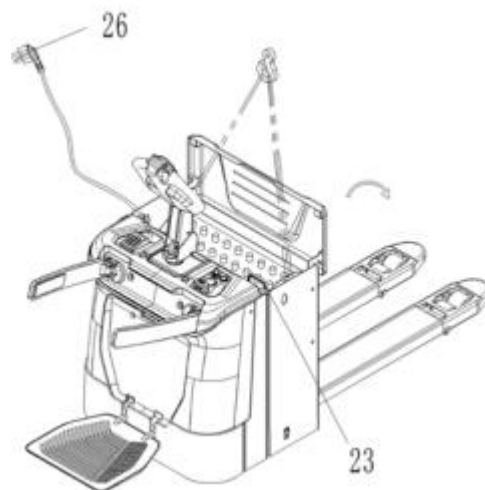

Рис. 14: Зарядка при помощи встроенного зарядного устройства
- Вытащите кабель встроенного зарядного устройства (рис. 14 и 15, поз. 26) из кармана в отсеке аккумулятора и подключите его к сети питания.